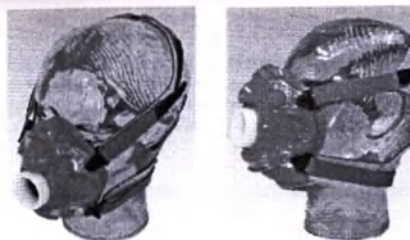

Рис. 48: Многоразовая маска с креплениями
- Выберите маску, подходящую пациенту/субъекту по размеру, или ту, которую вы уже выбрали в приложении Patient Centre (Центр пациентов). Закрепите маску с помощью креплений, как показано на рисунке (➤ рис. 48).